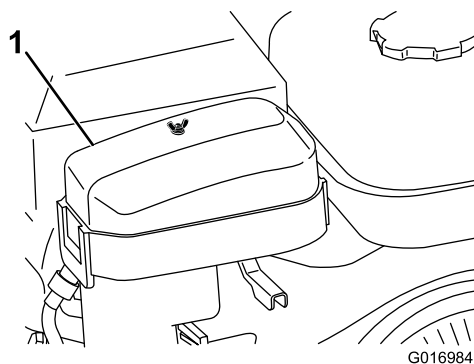

图31
2. 拧掉固定空气滤清器盖的蝶型螺帽然后取下滤清器盖 图31。